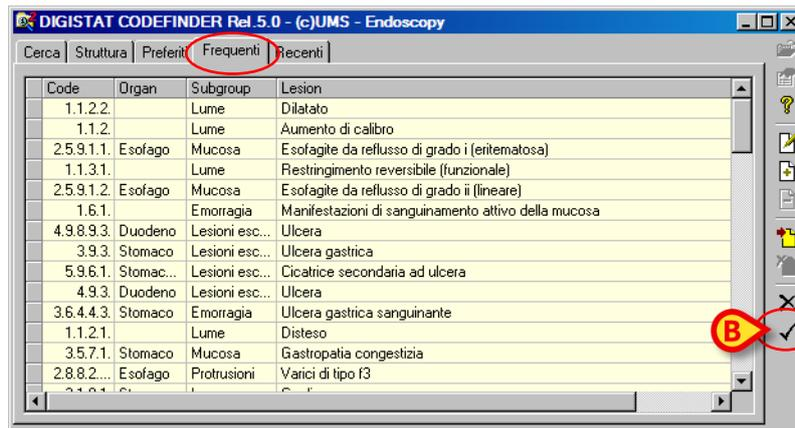

Fig 58 - Frequenti
1. cliccare l’etichetta “Frequenti” (Fig 58 A) per accedere alla lista dei codici usati più di frequente.
3. Cliccare il pulsante  (Fig 58 B). Il codice sarà così inserito.